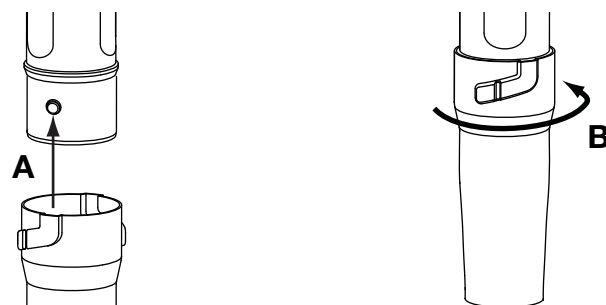

Fig. 5
8. Insérer la bosse sur le tube de soufflage supérieur dans l'encoche de la buse (Fig. 5, A).
9. Pivoter la buse dans le sens des aiguilles d'une montre autour du second tube de soufflage inférieur jusqu'à ce que la bosse de la buse se verrouille en place (Fig. 5, B).
2. Retirez le bouchon / la jauge d'huile du carter-moteur (Fig. 5).